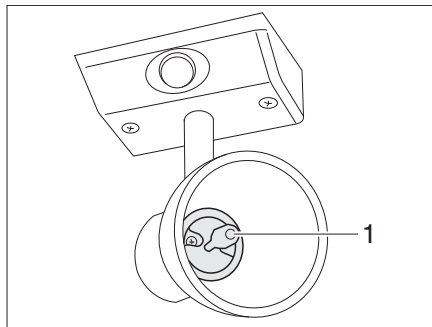

Fig. 251 Spot halogène (avec abat-jour en verre)
- Retirer l'ampoule halogène (Fig. 251,1) de sa douille en la tirant vers l'avant.